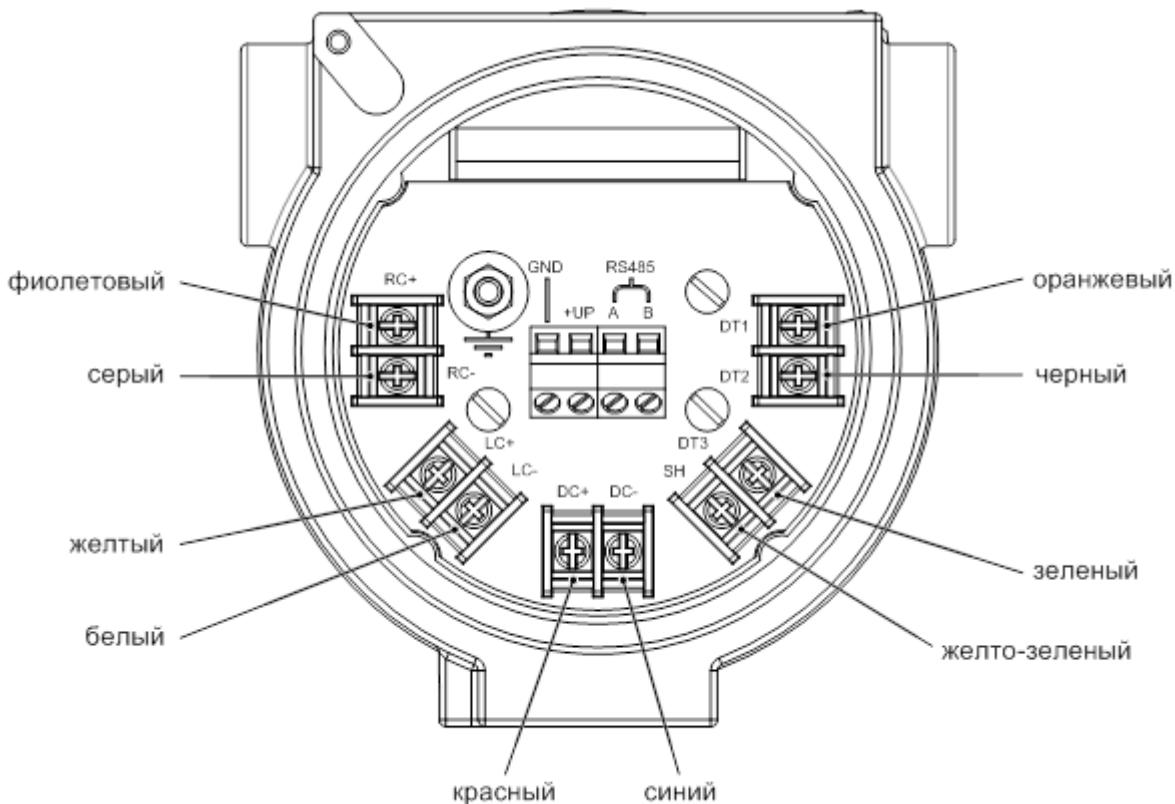

Рисунок 2.6 – Клеммная колодка для подключения специального кабеля2
- 5) Зажмите девять проводов кабеля в клеммные колодки в соответствии с цветами изоляции (рисунок 2.6), зажмите экранный проводник (прилож. Е) в клемму SH;
цветами изоляции (рисунок 2.6), зажмите экранный проводник (прилож. Е) в клемму SH.
11) Зажмите четыре провода кабеля в клеммные колодки так, чтобы одна витая пара была подключена к клеммам «RS485 A, B», вторая витая пара должна быть подключена к клеммам «+UP» и «GND» (рисунок 2.6). В исполнении по компоновке I кабель уже подключен к цепям в МП по следующей схеме:
12) Подсоедините экранирующий проводник кабеля к винту заземления внутри корпуса ИМ (рисунок 2.6);
- 5) Зажмите четыре провода кабеля в клеммные колодки в соответствии со схемой монтажа, выбранной в п.2.2.10 (рисунок 2.6);
- 6) Если для подключения используется экранированный кабель, подсоедините экранировку к винту заземления внутри корпуса клеммной коробки (рисунок 2.6);